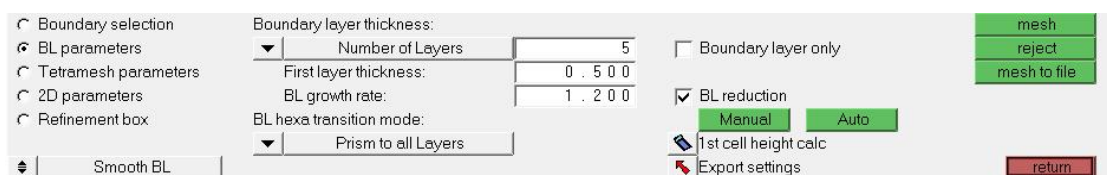

图 5-157 BL parameter 子面板
- (3) 在 With boundary layer (fixed)下，单击 comps 按钮并选择集合 Wall 和 Wall_cyl。
- (4) 在 W/o boundary layer (float)下，单击 comps 按钮并选择集合 inlet 和 outlets。
- (5) 确保 W/o boundary layer (float) 下面的选择按钮设置在 Remesh。
- (6) 保留默认的 Smooth BL 选项不变。
- (7) 选择 BL parameter 子面板，如图 5-157 所示。